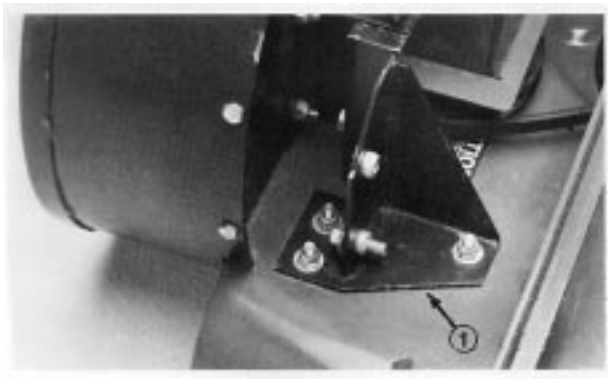

Figure 10
19. Fixer le support avant et la chicane avant au carter de lame à l'aide de 3 boulons de carrossier de 5/16 x 7/8" (22 mm) et de contre-écrous de 5/16" (Fig. 10)